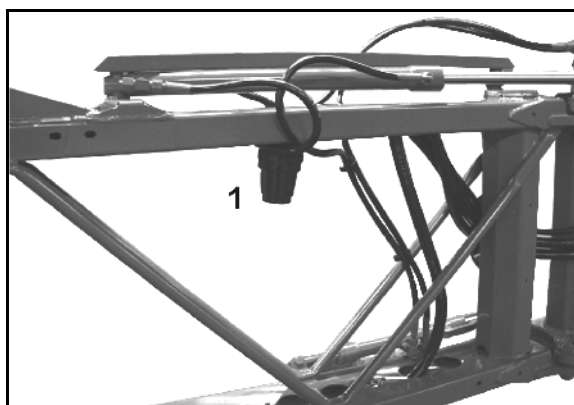

Bild 205
2. Lossa skruvarna (Bild 205/1).
3. Ta bort ventillocken (Bild 205/2).
4. Kontrollera kolvmembranen (Bild 205/4) och kilringen (Bild 205/5).
1. Lossa skruven (Bild 205/3) och ta bort kolvmembranet (Bild 205/4) tillsammans med fästbrickan från kolven.